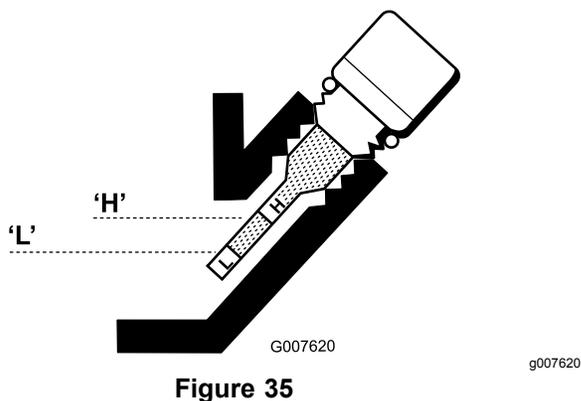

Figure 35
5. Essuyez la jauge sur un chiffon propre et remettez-la dans l'orifice de remplissage. Ne vissez pas la jauge dans l'orifice. Ressortez la jauge et contrôlez le niveau d'huile. Si le niveau est trop bas, ajoutez juste assez d'huile pour le faire monter entre les repères H et L sur la jauge (Figure 35). Vérifiez le niveau d'huile. Ne remplissez pas excessivement.